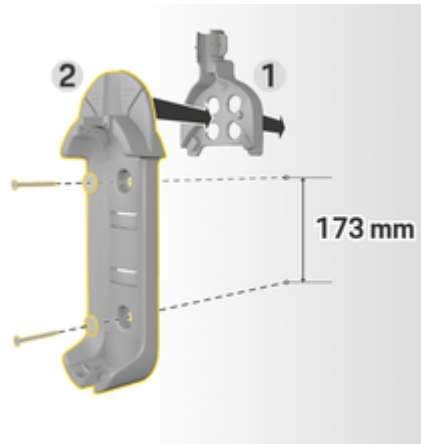

Abb. 8: Bohrmaße
3. Wandhalterung Basis 2 (Abb. 8) von vorne in die Kabelführung 1 (Abb. 8) eindrücken.